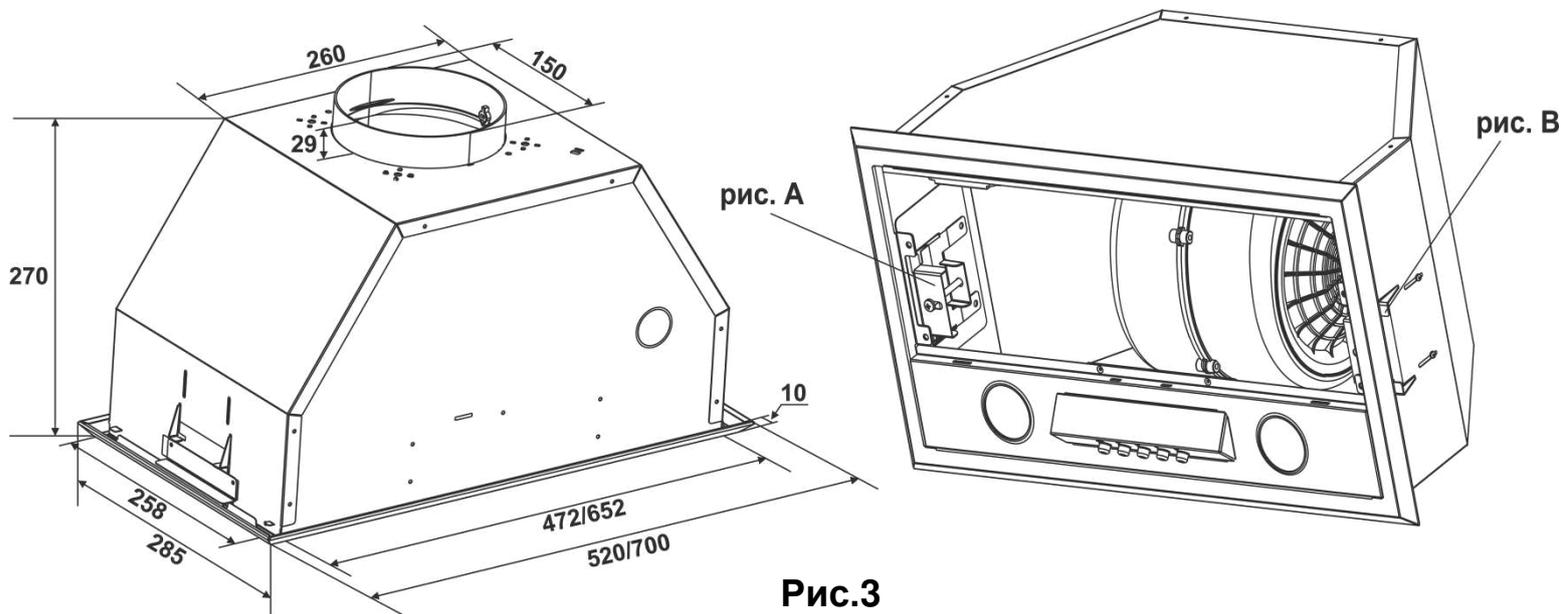

Рис.3
**6.3** З врахуванням наставної висоти і умовою прилягання витяжки до дна нижньої полки навісної меблевої шафи по раніше виготовленому паперовому шаблону розмітьте і виріжте прямокутний отвір згідно габариту (рис.3) вмонтованої частини витяжки.
**6.4** На витяжці відпустіть на 0,25 оберта гвинти (рис.3В). Після цього вставте витяжку у прорізаний прямокутний отвір, злегка натиснувши пружні упори (рис.3А). Затягніть викруткою гвинти (рис.3В) з обох сторін.